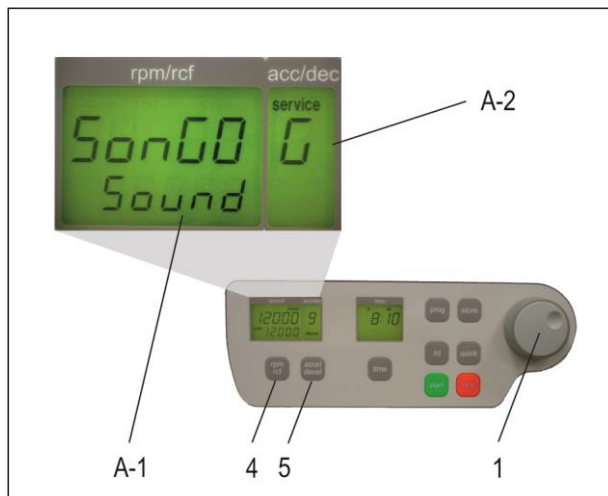

Abbildung 8
Öffnen Sie wie unter Punkt 1.8.1 beschrieben das Menü „Grundeinstellungen“. Danach drücken Sie die Taste „accel/decel“ (5). Im Anzeigenfeld „accel/decel“ (A-2) blinkt der Schriftzug „service“. Wählen Sie nun mit dem Einstellregler (1) den Buchstaben „b“. Daraufhin erscheint im Anzeigenfeld „rpm/rcf“ (A-1) der Schriftzug „ON/BEEP“. Nachdem Sie die Taste „rpm/rcf“ (4) gedrückt haben, kann mit dem Einstellregler (1) der Tastenton ein (On) oder ausgeschaltet (Off) werden. (siehe Abbildung 8).